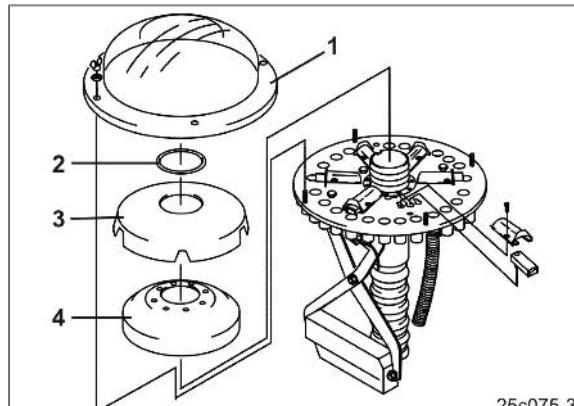

Рис. 122
1. Демонтируйте внешнюю крышку распределителя (Рис. 122/1).
2. Rin Demontieren Sie das Ringkissen g (Рис. 122/2).
3. Демонтируйте внутреннюю крышку распределителя (Рис. 122/3).
4. Демонтируйте пенопластовую вставку (Рис. 122/4).